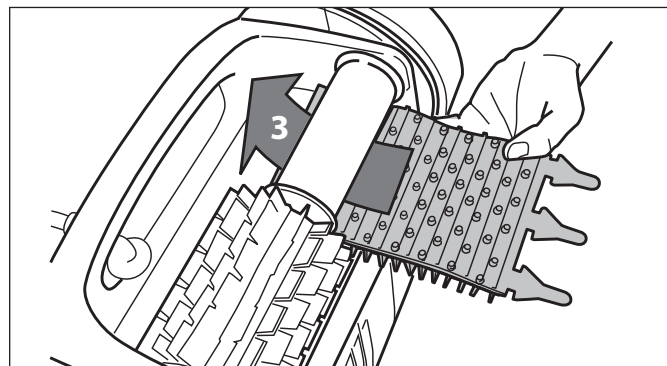

Figura 33. Instale el nuevo cepillo
3. Para instalar un nuevo cepillo y coloque el cepillo nuevo en el rodillo con las puntas hacia abajo. Vea la Figura 33.